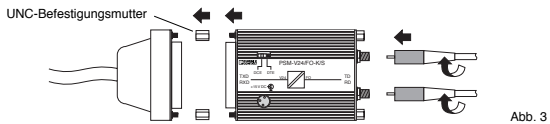

Abb. 3
- Modul in die Übertragungsleitung einschleifen (siehe Abb. 3)